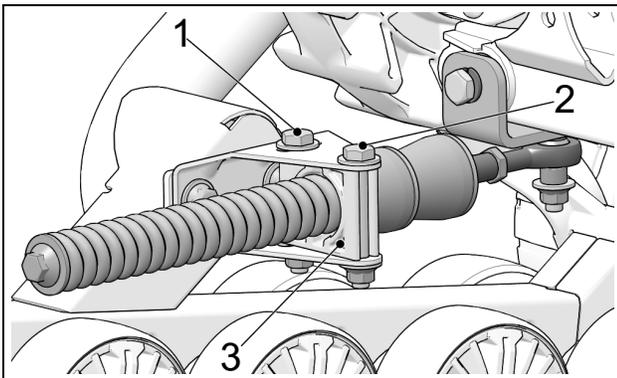

Abbildung 17
- Schrauben (1) und (2) des Verdrehungsbügel lösen, damit die Verdrehungssicherung-Halterung (3) auf ihrer Achse gedreht werden kann. Siehe Abbildung 17.